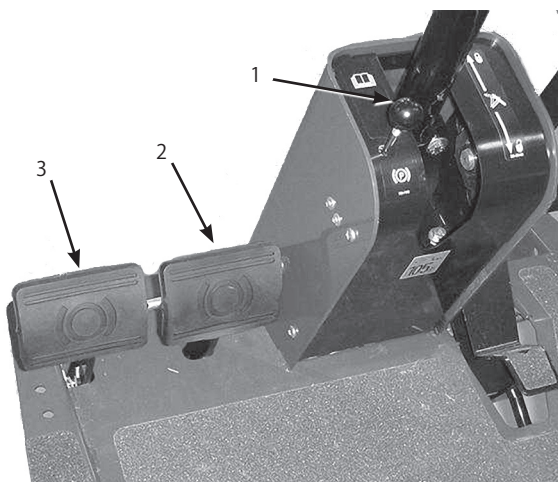
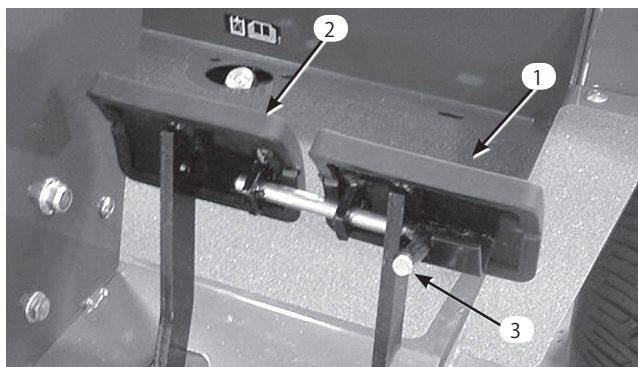

図22
図23
2. 点検プラグ (図22で12時の位置にある) が4時の位置にくるようにクラッチを回す。
左右のブレーキ・ペダル（図22）により左右の車輪を個別に制御します。左右の車輪を独立して制御できるため、シャープな旋回をする場合や斜面で片方のタイヤがスリップするときなどに使用することができます。ただし、ぬれた芝の上などでブレーキを掛けると芝を削りやすいので注意が必要です。左右のブレーキを同時に踏み込めば急停止できます。移動走行の際には必ず2枚を連結して使用します。
エンジンを停止させる時には、車体が不意に動き出さないよう、必ず駐車ブレーキを掛けてください。駐車ブレーキを掛けるには、左ブレーキ・ペダルについているロック・アーム（図23）を押して2枚のペダルを連結します。次に、2枚のペダルを同時に踏み込んだまま駐車ブレーキノブ（図22）を引き、ペダルから足を離します。ブレーキを解除するには、ノブが落ちるまでペダルを踏み込んでやります。エンジン始動時には左ペダルのロック・アームを引き出して左右の前輪を独立で制御できるようにしておいても構いません。